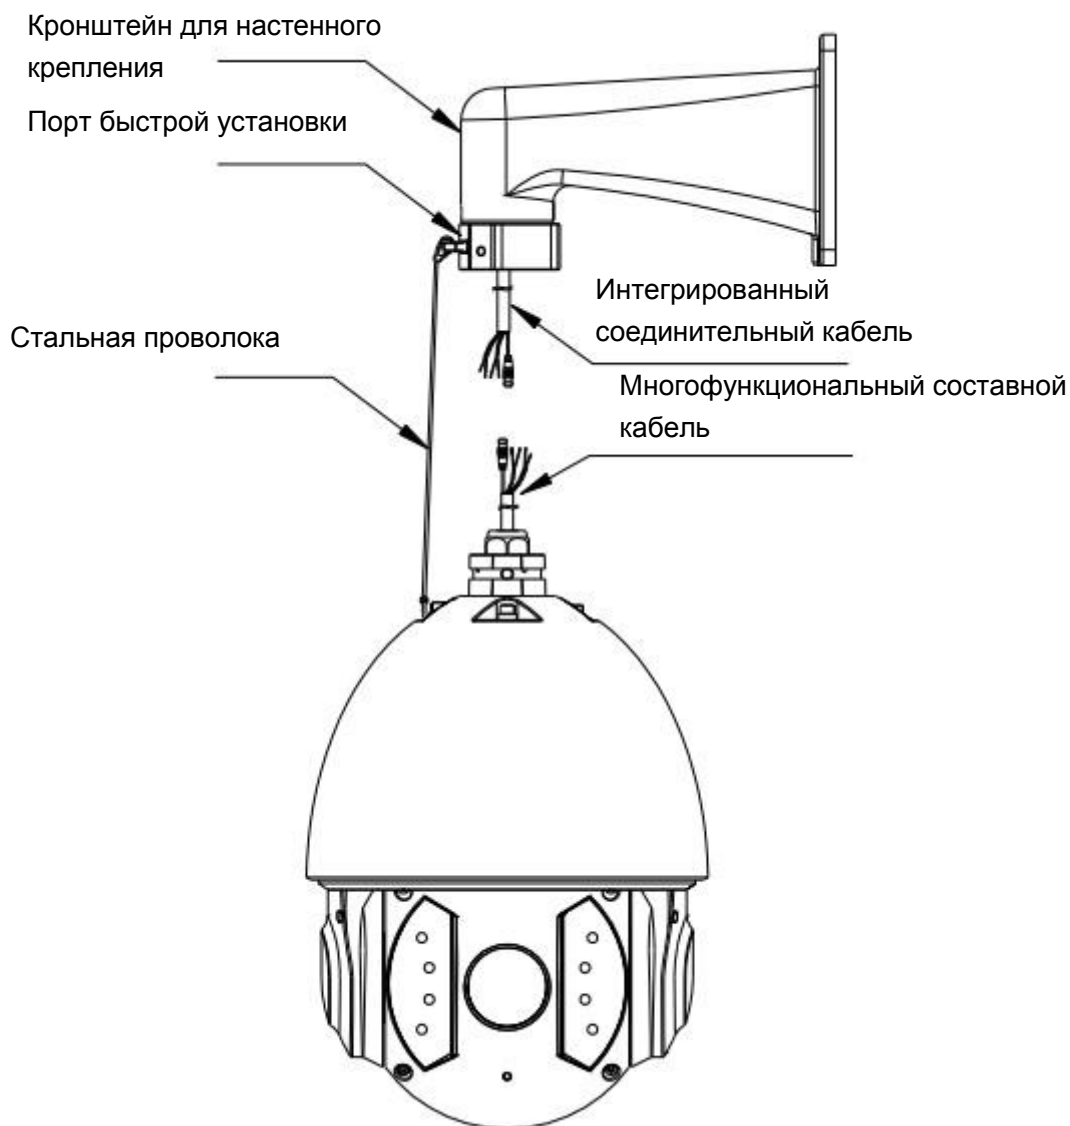

Рисунок 1-6
- Соедините подготовленный интеграционный кабель кронштейна для настенного крепления с соответствующим кабелем питания, кабелем аудио/видео, кабелем управления RS485, портом сигнала тревоги, высокочастотным кабелем, оптоволоконным кабелем (если необходимо) многофункционального составного кабеля ИК скоростной купольной камеры. Изолируйте лентой место соединения, чтобы обеспечить водонепроницаемость. Смотрите Рисунок 1-6.